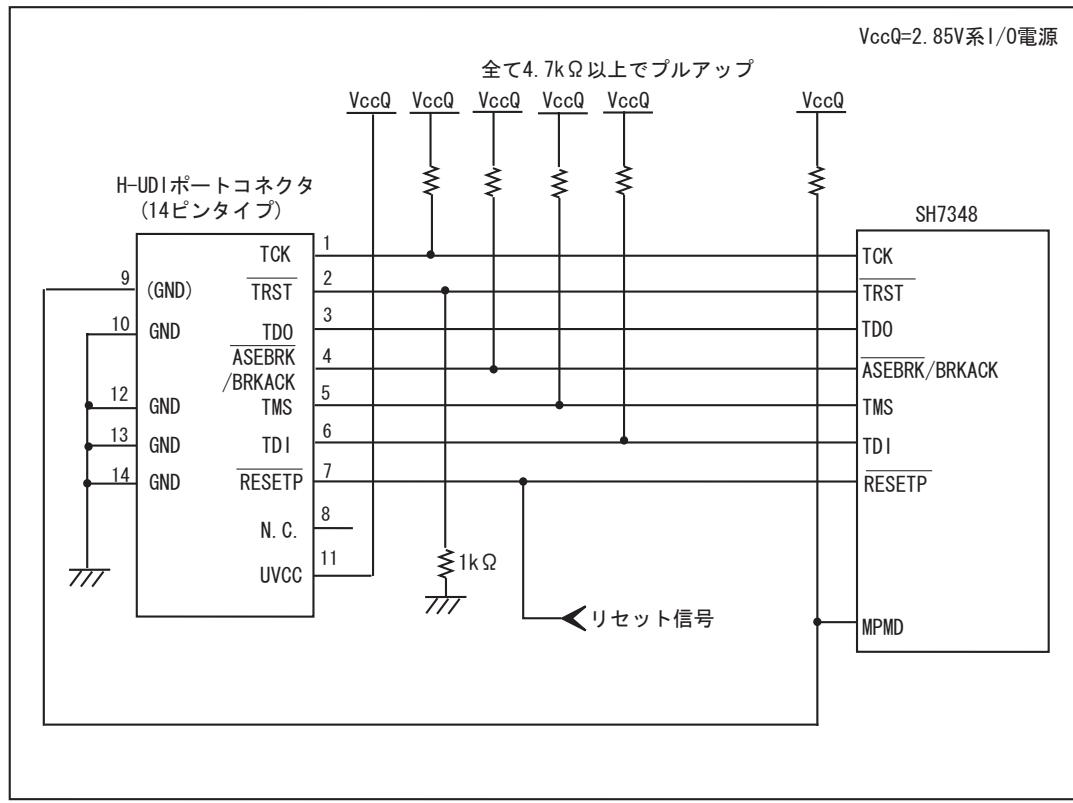

図 1.4 E10A-USB 使用時の H-UDI ポートコネクタ - チップ間の推奨接続例(14 ピンタイプ)
E10A-USB エミュレータ使用時の H-UDI ポートコネクタ(14 ピンタイプ)とチップ間の推奨接続例を図 1.4 に示します。
3. 図 1.4 は、E10A-USB 接続時 "0"(GND 接続)になるように、E10A-USB のユーザインタフェースケーブルを接続した時、GND となる回路例です。
7. 図 1.4 に記載されている抵抗値は、参考値です。
- 図 1.4 の回路を組んだ場合の E10A-USB エミュレータのスイッチ設定 : SW2=1, SW3=1